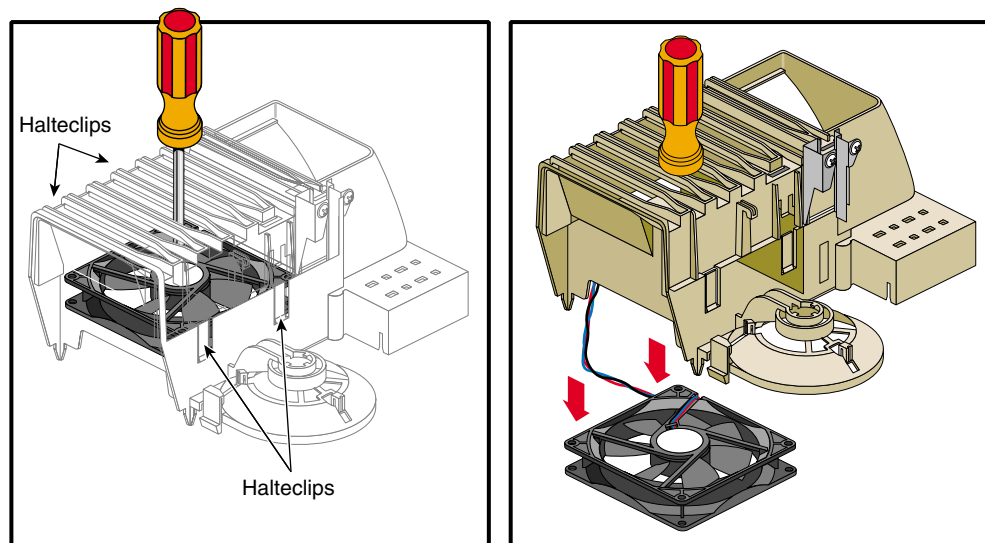

Abbildung 2-15 Herausnehmen des Lüfters aus dem Kunststoffrahmen
6. Der Lüfter wird von vier Lüfterhalteclips im Kunststoffrahmen gehalten. Wenn Sie den Lüfter aus dem Kunststoffrahmen nehmen wollen, legen Sie den Rahmen mit der Vorderseite nach unten auf eine ebene Fläche (siehe Abbildung 2-15).